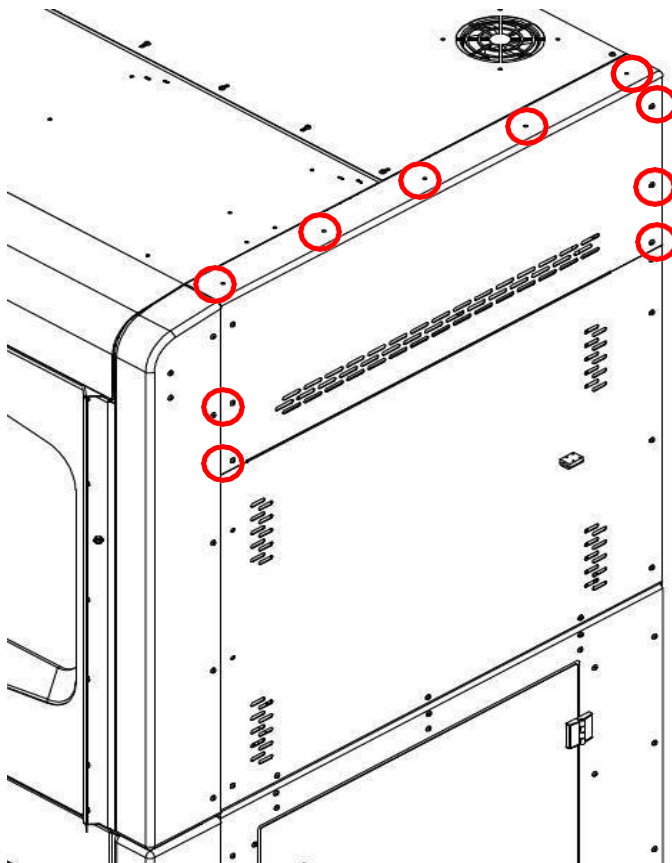

Рис. 86 Верхняя правая крышка принтера
3. Снять верхнюю правую крышку, отвинтив 11 крепежных винтов, помеченных на рис. 86.